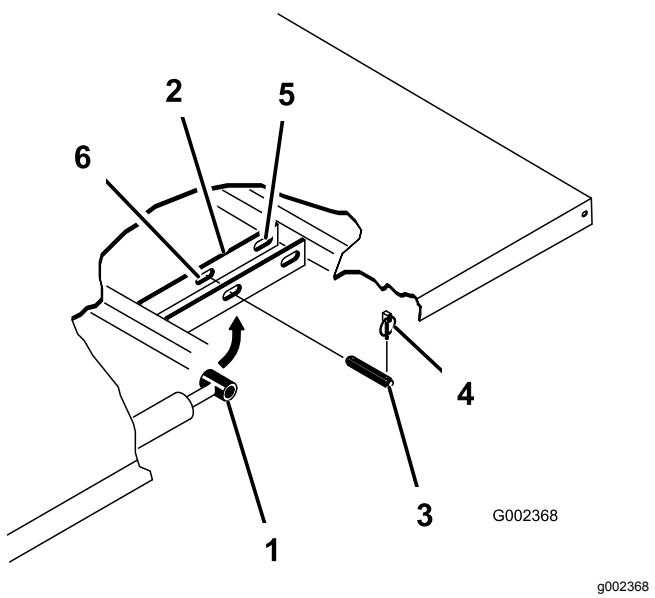

Figura 34
3. Retire os pinos de sujeição das extremidades exteriores dos passadores de forquilha da haste do cilindro (Figura 34).
4. Retire os passadores de forquilha que prendem as extremidades da haste do cilindro nas placas de montagem da plataforma, empurrando os passadores para dentro (Figura 34).
5. Retire os pinos de sujeição e os passadores de forquilha que prendem os apoios articulados nos canais da estrutura (Figura 34).